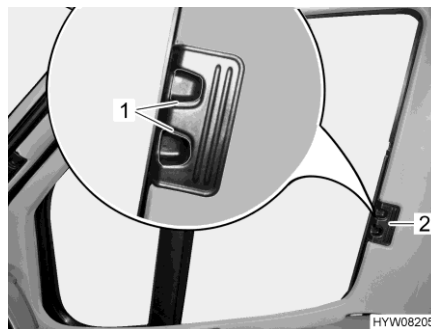

Fig. 82 Tendina oscurante pieghevole (finestrino del conducente/passeggero)
- Premere le maniglie di sbloccaggio (Fig. 82,1) e mantenerle premute.
- Con la levetta (Fig. 82,2) tirare le tendine oscuranti pieghevoli per il finestrino del guidatore e del passeggero verso l'altro lato della finestra e congiungerle alle strisce magnetiche.
- Inserire fino all'arresto le tendine oscuranti pieghevoli per il finestrino del guidatore e del passeggero per la maniglia (Fig. 82,2).
- Rilasciare le maniglie di sbloccaggio (Fig. 82,1) e mantenerle innestate.